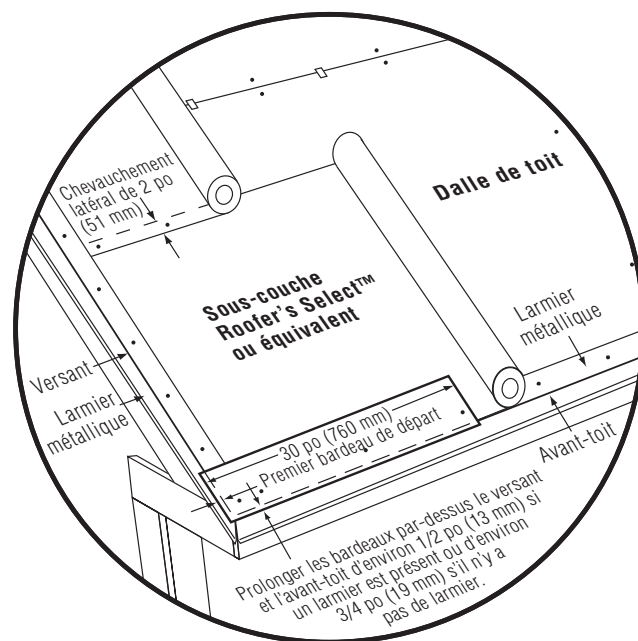

Figure 13-6 : Détail de la sous-couche, du premier bardeau de départ et du larmier pour une pente standard.
2. Retrancher 6 po (15,2 cm) sur toute la largeur du bardeau de départ et poser la pièce de 30 po (76,2 cm) sur le coin inférieur gauche du toit (figure 13-6).